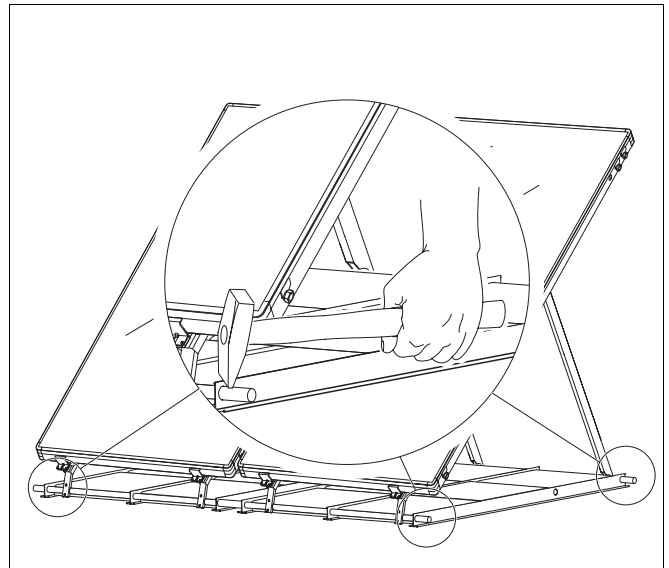

Abb. 50 Flachdachständer sichern
- Verformen Sie die äußeren T-Profile eines Kollektorfeldes (Abb. 50) mit einem Hammerschlag auf die Oberkante so weit, bis die Rundrohre in den T-Profilen fixiert sind.